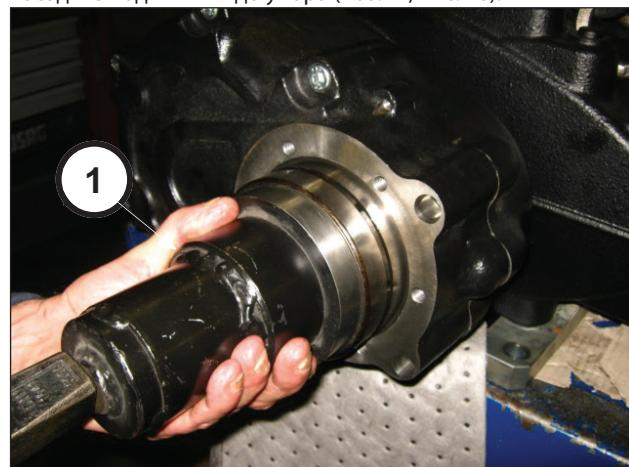

Рис. 75
С помощью инструмента арт. 27887000 (поз. ①, Рис. 75) насадите подшипник до упора (поз. ①, Рис. 76).